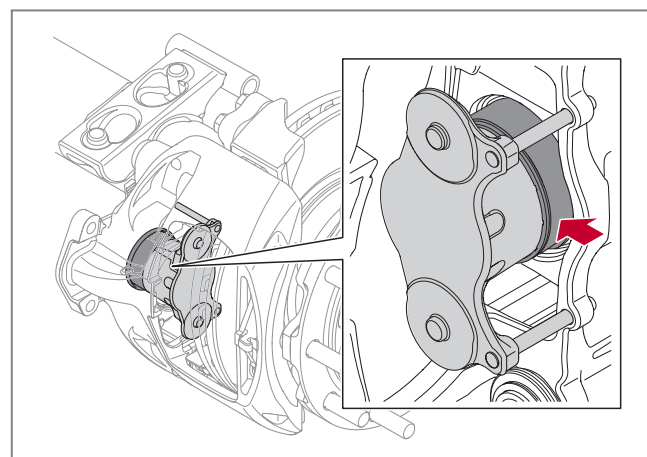

Abb. 30 - Faltenbalg der Nachstellschraube inspizieren
3. Inspizieren Sie den Faltenbalg der Nachstellschraube, *siehe* ► *Abb. 30*. Untersuchen Sie den Faltenbalg gründlich auf Beschädigungen durch Ablagerungen, Steine oder Überhitzung.